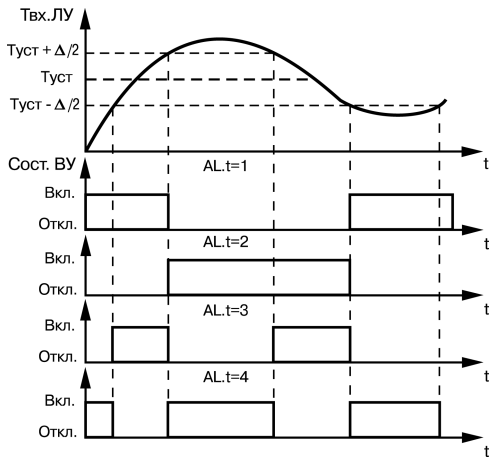

Рисунок 7.2 – Выходные характеристики компараторов
2. Тип логики **Обратный гистерезис** ($\chi_{RL.t} = 2$). ЛУ включает выходное устройство при ($T > T_{уст} + \Delta/2$) и выключает его при ($T < T_{уст} - \Delta/2$). Этот тип логики применяется для сигнализации о том, что измеренное значение превышает уставку (см. рисунок 7.2).